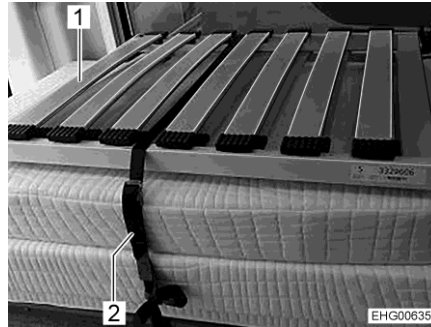

Bild 31 Heckbett (Transportstellung)
- Sicherungsgurt (Bild 31,2) lösen.
- Bettroste (Bild 31,1) hintereinander über dem Mittelgang ablegen (auf den Leisten am Unterschrank).
- Die Polster und Bettroste wie in Bild 31 dargestellt auf dem linken Unterschrank stapeln.
- Die Polster und Bettroste mit Sicherungsgurt (Bild 31,2) sichern. Dazu den Sicherungsgurt durch die vorgesehenen Ösen ziehen und in einer Schlaufe um die Polster und Bettroste legen.